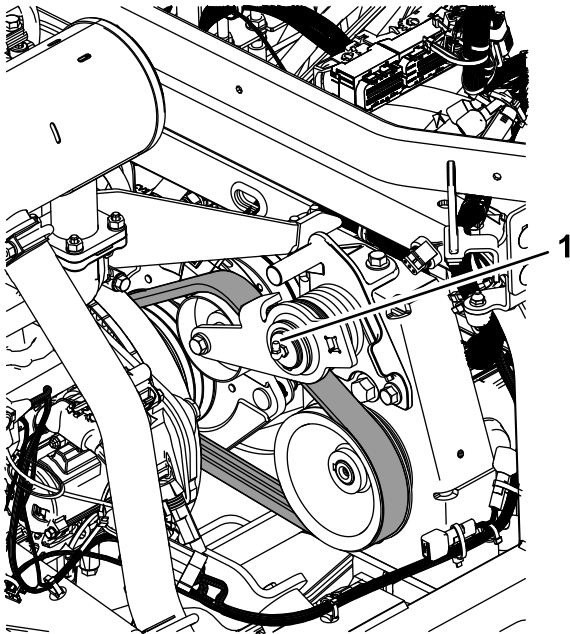

Figura 47
- Brazo de la polea tensora (Figura 47)